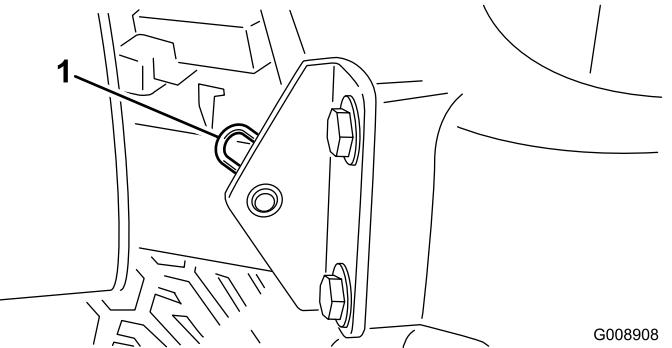

Figura 35
- Retire el pasador que fija el pivote del capó a los soportes (Figura 35).